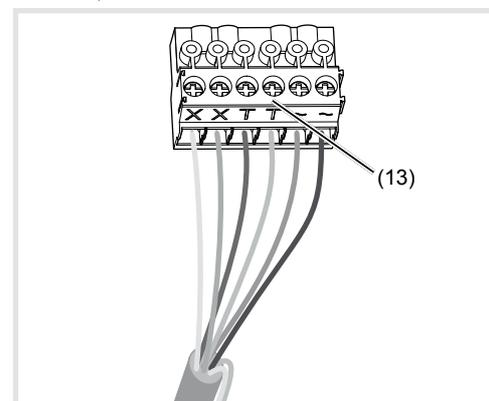

Bild 7: verdrahteter Anschluss-Klemmblock
- Anschlussklemme (13) aus dem Videomodul entnehmen (Bild 7).
- Adernpaar der 2Drht Busleitung an die Klemmen XX des Anschluss-Klemmblocks anschließen (Bild 7).
- Gegebenenfalls Türöffner-Leitung an die Klemmen TT des Anschluss-Klemmblocks (Bild 7 und 8) anschließen.
- Für Ruftasten-Hinterleuchtung und Kameraheizung 12 V~ Zuleitung vom Netztransformator an die Klemmen ~ des Anschluss-Klemmblocks anschließen (Bild 7, 8 und 9).